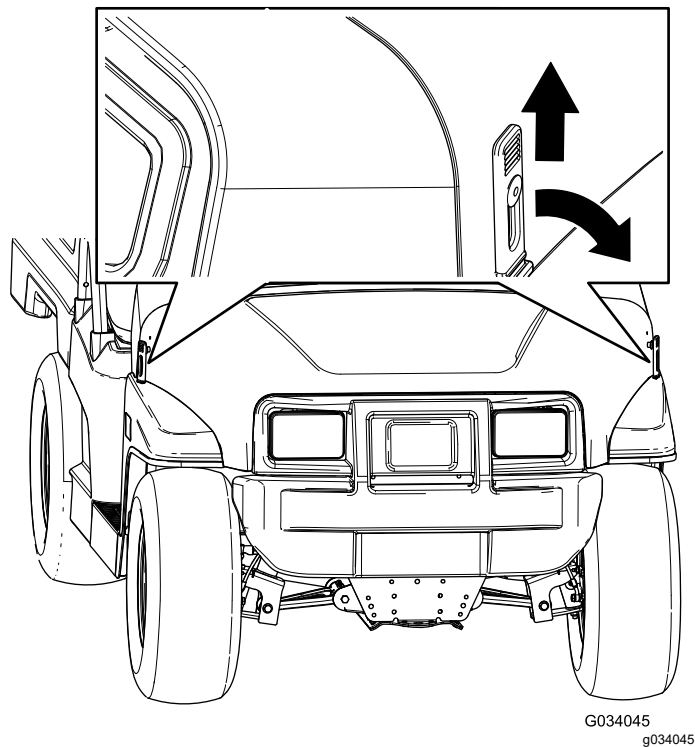

Figura 23
- Sujete el capó alineando los cierres de goma con los anclajes situados en cada lado del capó (Figura 23).
- Tire hacia arriba de los cierres de goma de cada lado del capó (Figura 23).